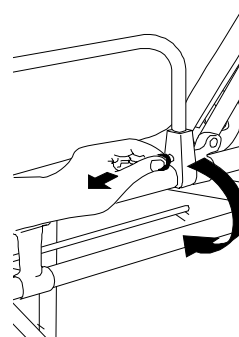

Figura 2 - Pivoteando las Barandillas
4. Bajen las barandillas para permitir fácil acceso a la cama de la camilla. Para pivotear una barandilla, jale el pasador/traba y rote la barandilla hacia abajo (Figura 2).